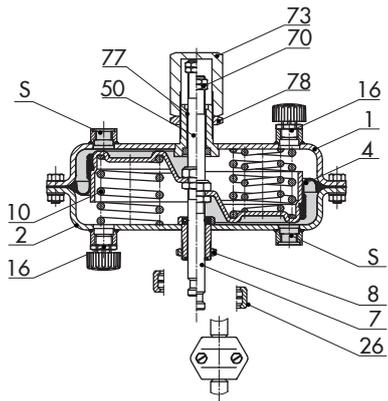

図. 13: タイプ 3271、調整式トラベルストップ付き
- **タイプ 3271・トラベルストップ** (図. 13)、175v2 ~ 750v2 cm2 の仕様で最小/最大トラベルを機械的に調整可能
調整可能な機械式トラベルストップ (図. 13) は、120、175v2、350、350v2、355v2、または 750v2 cm2 の操作部面積を持つアクチュエータに適合します。トラベルストップを使うことで、アクチュエータのトラベルを両方向に最大 50 % 制限し (アクチュエータ軸の出入) 恒久的に調整できます。